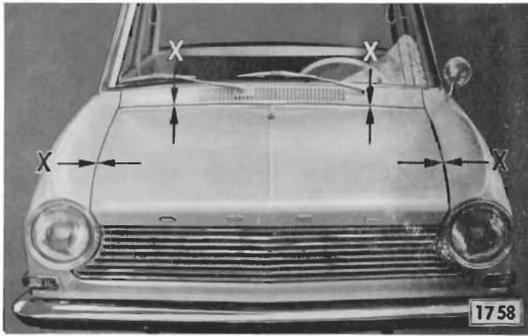

Bild 42 - Motorhaube aufgepaßt
2. Haube schließen und so ausrichten, daß die Abstände der Haube zu den beiden Kotflügeln und dem Windfang annähernd gleich groß sind (Bild 42).